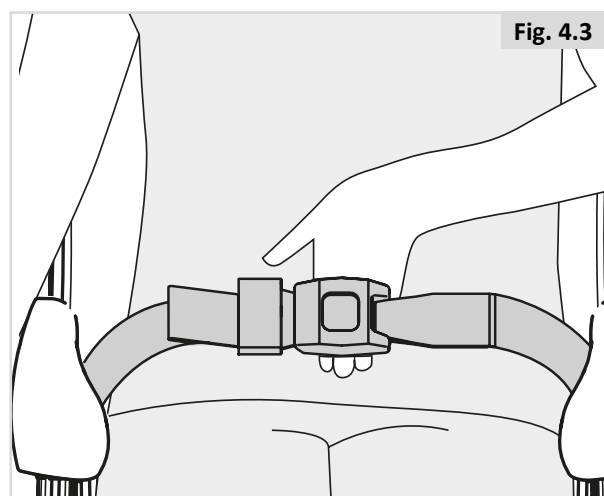

Fig. 4.3
- Hofteselen justeres efter behov, men for at opnå maksimal komfort og sikkerhed må der højst være plads til at føre en flad hånd ind mellem selen og kroppen, (Fig. 4.3).